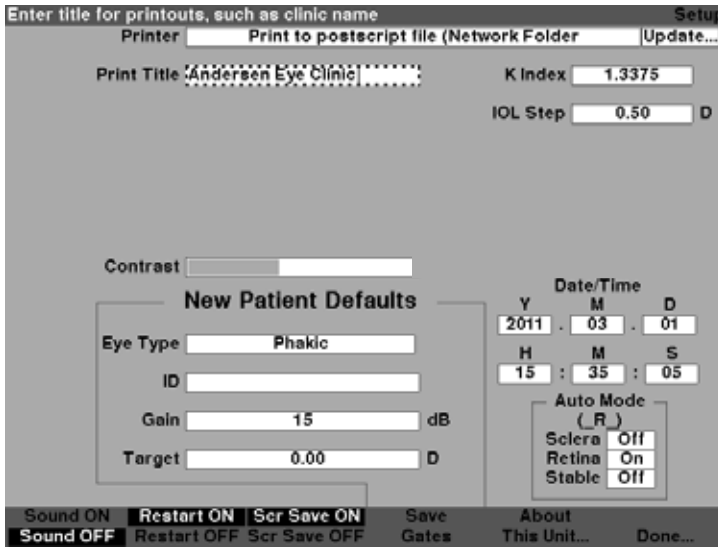

Figura 5-36 Inserindo o título para impressão
3. Dentro do campo de impressão de título, insira o título que você gostaria que fosse impresso em cada registro, conforme mostrado na Figura 5-36.